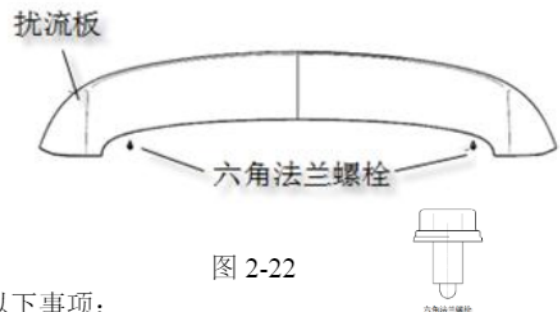

图 2-22
(1) 打开行李箱盖，将行李箱护板拆掉；
(2) 用 10# 套筒将 2 个六角法兰螺栓拆掉，如图 2-22 所示；
(3) 沿大概垂直玻璃方向向外拉扰流板，使板用类卡扣脱离车身钣金，即完成扰流板的拆卸；
(4) 按照与拆卸相反的顺序安装扰流板。